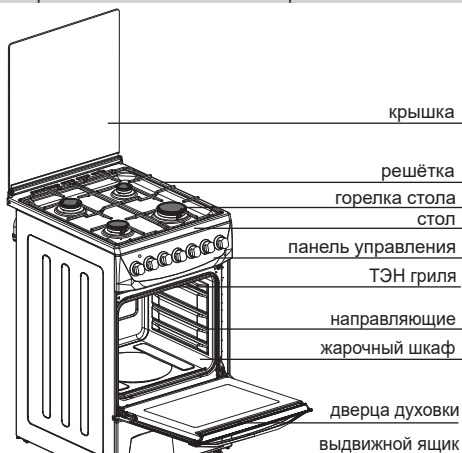

рис. 6
■ Комбинированная плита - это специальное устройство для приготовления пищи за счет образования тепла от сгорания газа в газовых горелках и от нагрева ТЭНов жарочного шкафа, электроконфорок стола (рис.6, 7, 8). Горелки и электроконфорки расположены на рабочем столе плиты, ТЭНов расположены в жарочном шкафу. Управление работой газовых горелок осуществляется кранами, работа ТЭНов и электроконфорок осуществляется переключателями мощности. Для зажигания газовых горелок используется интегрированный розжиг. Для горения газа необходим воздух помещения. Устройство для отвода продуктов сгорания газа не предусмотрено.